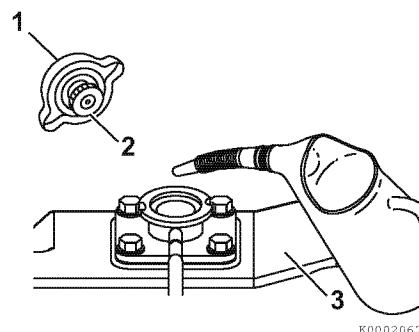

Figure 8
2. Retirez le bouchon de remplissage (1, Figure 8) de l'échangeur thermique (3, Figure 8) en tournant le bouchon dans le sens inverse des aiguilles d'une montre d'un tiers de tour.
3. Versez lentement le liquide de refroidissement dans l'échangeur thermique (3, Figure 8) de manière à éviter la formation de bulles d'air. Continuez de verser le liquide de refroidissement jusqu'à ce qu'il déborde de l'orifice de remplissage.
4. Après avoir rempli l'échangeur thermique, remplacez le bouchon de remplissage et serrez-le fermement (1, **Figure 8**). Le non-respect de cette consigne peut provoquer des fuites du liquide de refroidissement. Pour remplacer le bouchon, faites correspondre les indentations (2, **Figure 8**) du fond du bouchon avec les encoches de l'orifice de remplissage et tournez-le dans le sens des aiguilles d'une montre d'un tiers de tour.